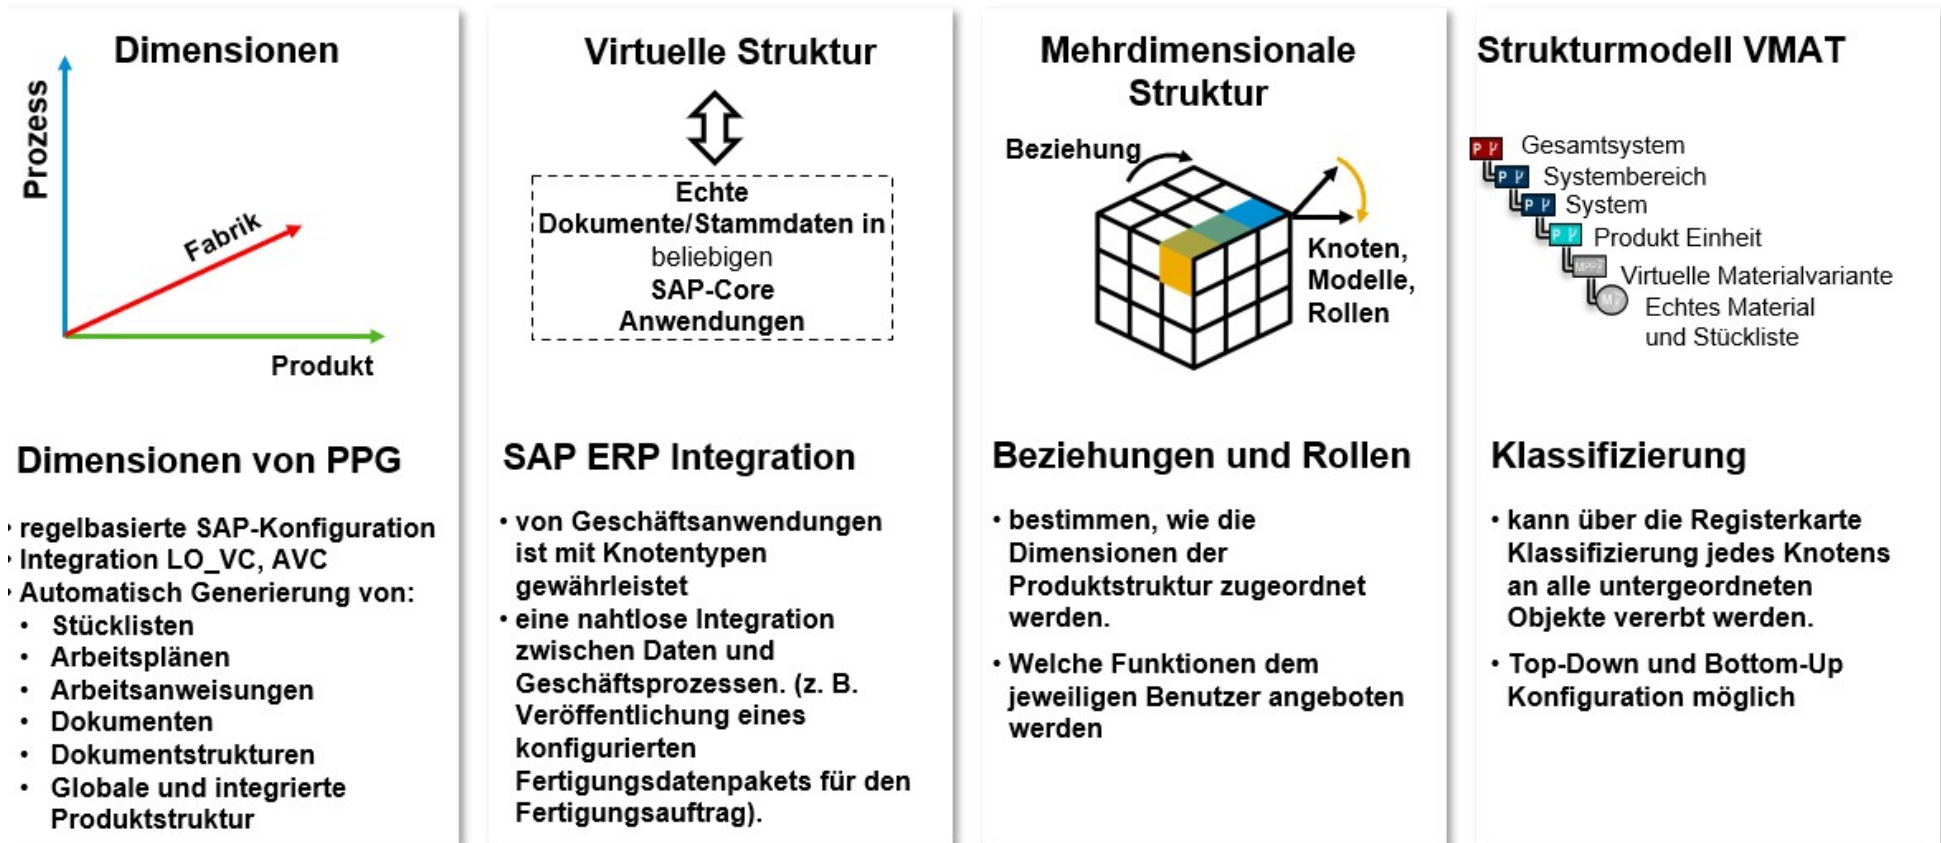

Abbildung 3: Einstieg in das PPG-Datenmodell
Die Abbildung 3 zeigt diese Zusammenhänge in den 4 Säulen:
4. Die Bedeutung der Strukturelemente kann im Customizing über die sogenannten Knotentypen festgelegt werden. In der Abbildung 3 ist ein abstraktes Beispiel aus dem komplexen Maschinenbau dargestellt. In diesem Beispiel bedeuten die einzelnen Ebenen: